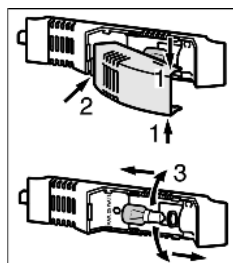

Fig. 6
- ▶ Возьмитесь за крышку лампы сверху и снизу *Fig. 6 (1)*.
- ▶ Выведите крышку лампы сзади из зацепления и снимите *Fig. 6 (2)*.
- ▶ Замените лампу накаливания *Fig. 6 (3)*.